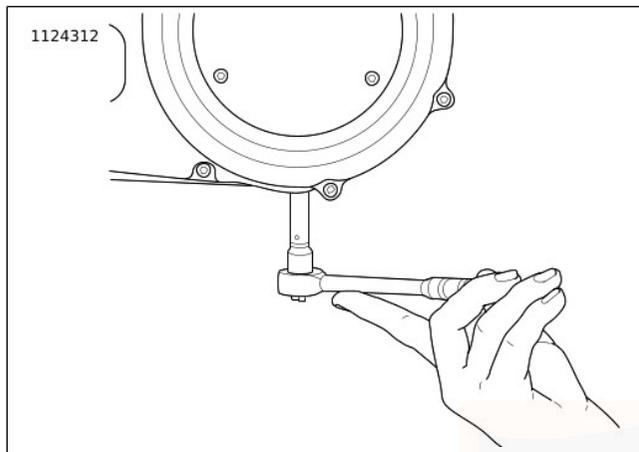

Abbildung 60. Ausbau/Einbau der Kettengehäuse-Ablassschraube
3. Siehe Abbildung 60. Das Primärkettengehäuse entleeren.